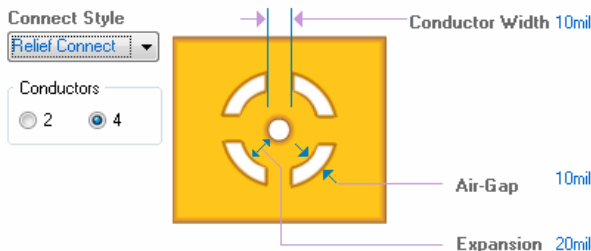

图 12-23 Power Plane Connect Style 设计规则
Power Plane Connect Style 设计规则用于设置属于电源网络的焊盘或过孔与电源平面层的连接方式。这是一元设计规则，其约束区域如图 12-23 所示。
2) Conductors：设置热释放连接的铜轨数，一般为 2 或 4 个，如图 12-23 所示。